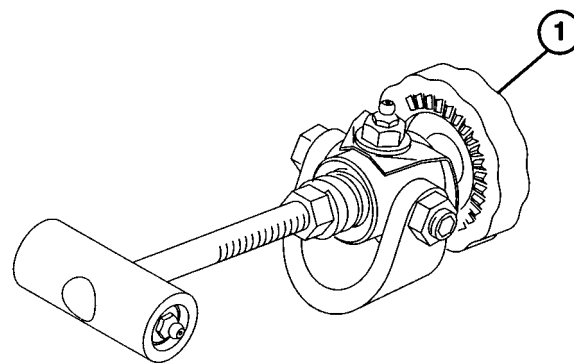
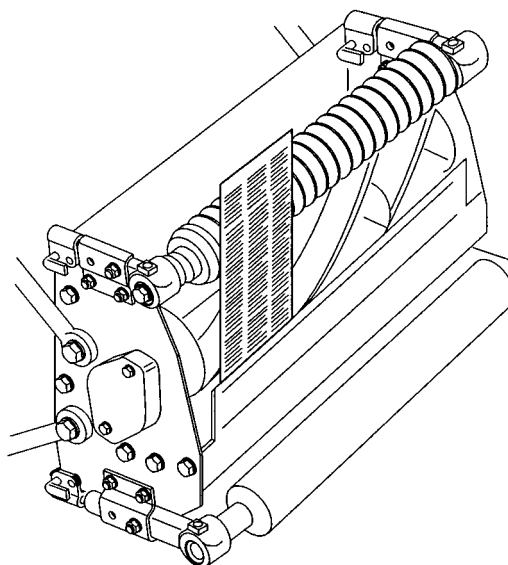

Fig. 2
Fig. 3
KNIVPLATEN OG SYLINDEREN JUSTERES (Fig. 2–3)
1. Fjern sylinderkontakten ved å dreie knivplatens justeringsknapp mot urviserne (fig. 2). Vipp klippeenheten for å komme til sylinderen og knivplaten (fig. 3).